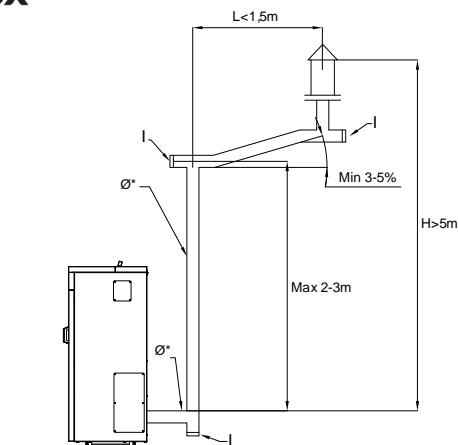

Figure 2.3: Conduit d'évacuation des fumées
- ⚠ ATTENTION: : Pour les modèles Sintesi 15 kW, Sintesi 20 kW, Sintesi 25 kW, Sintesi 30 kW et Sintesi 35 kW, le conduit d'évacuation des fumées doit avoir un diamètre Ø de 100 mm (voir figure 2.3, Réf. Ø\*).